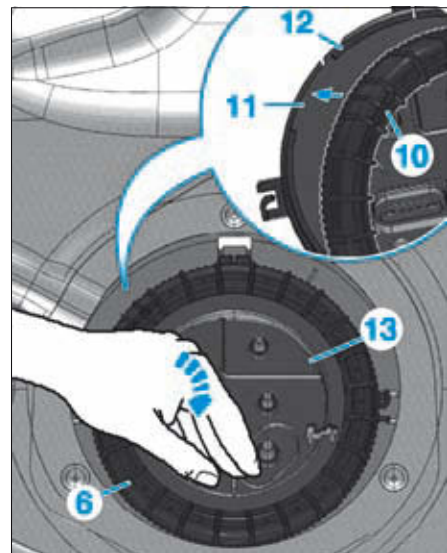

FIG. 31
- Mettre en place la bague (6) de telle sorte que le repère (10) se trouve au-dessus de l'encoche (11) du flasque de la pompe (position environ 10 heures) (Fig.31).
**Maintenir fermement le flasque supérieur (13) en appui pour que celui-ci ne tourne pas avec la bague.**
- Engager le filetage de la bague (6) en (12).